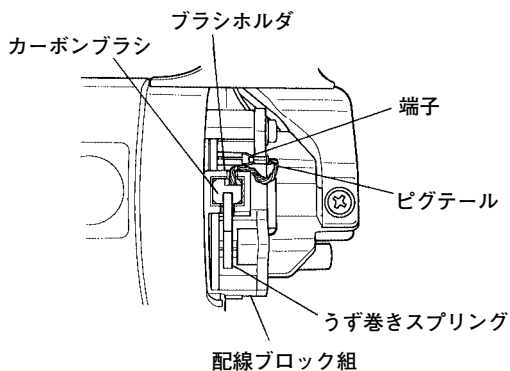

図 28
- (2) カーボンブラシを押圧しているうず巻スプリングの先端を付属の六角棒スパナまたは小さな⊖ドライバで持ち上げ、ブラシホルダの外側へはずします。(次ページの図 28)
- (3) カーボンブラシのピグテール先端についている端子を配線ブロック組より引き抜き、カーボンブラシをブラシホルダ内より取り出します。
- (1) カーボンブラシのピグテール先端についている端子を配線ブロック組の端子部へ挿入します。
- (2) ブラシホルダ内へカーボンブラシを挿入します。
- (3) 付属の六角棒スパナまたは、小さな⊖ドライバでうず巻きスプリングの先端をカーボンブラシの頭部へ戻します。
- (4) カーボンブラシのピグテールがブラシホルダのピグテール用溝の中にきちんと納まっていることを確認してください。(図 28)